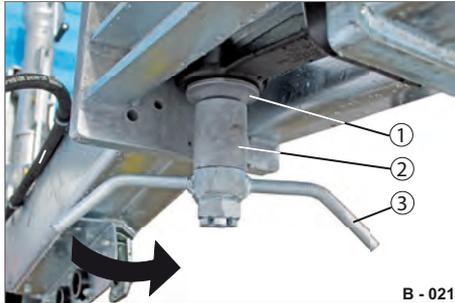

Abb. 18 Zugöse, unten angeschlagen
- ▶ Flügelmutter (Abb. 18/3) komplett abschrauben.
- ▶ Abstandshülse (Abb. 18/2) und die Scheibenaufgabe (Abb. 18/1) entfernen.